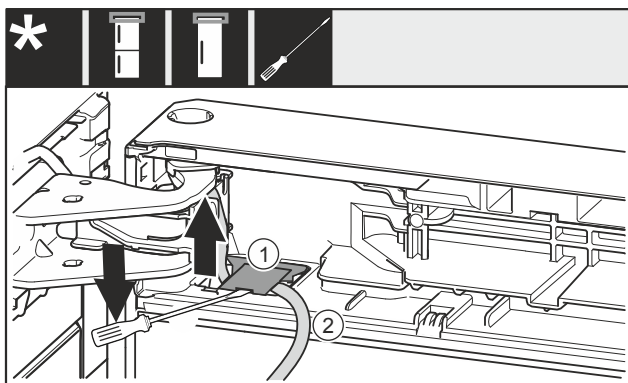

Fig. 24
▶ Используя шлицевую отвертку, поднимите и извлеките крышку Fig. 24 (1).
▶ Осторожно вытяните кабель Fig. 24 (2).